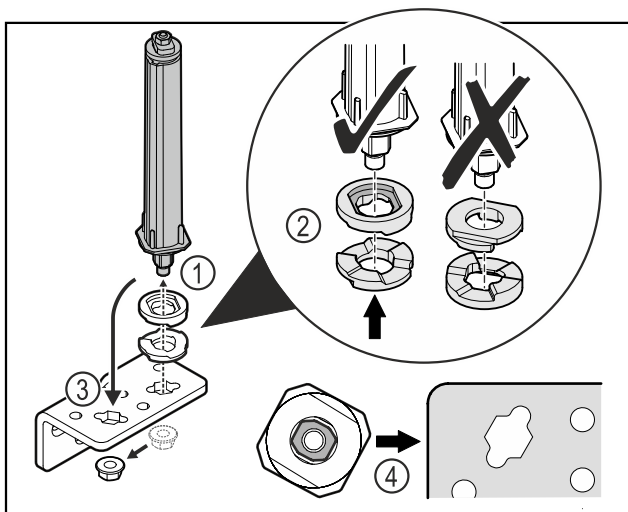

Fig. 51
- Mutter lösen und Türschließsystem entfernen Fig. 51 (1).
- Auf die korrekte Ausrichtung der Höhenverstelleisben achten Fig. 51 (2).
- Türschließsystem im Scharnierwinkel umsetzen und mit der Mutter fixieren Fig. 51 (3).
- Beim Einsetzen auf die korrekte Ausrichtung des Türschließsystems achten Fig. 51 (4).